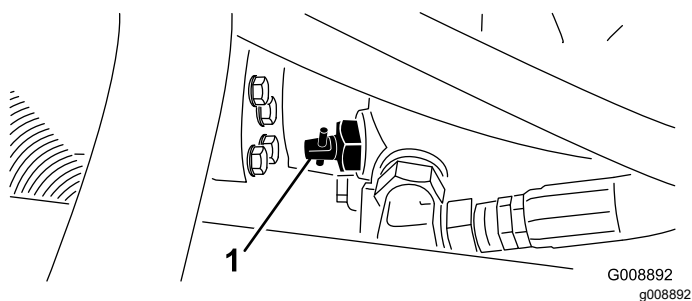

Figura 41
1. Girate la valvola di bypass, sulla pompa (Figura 41) a 90°.